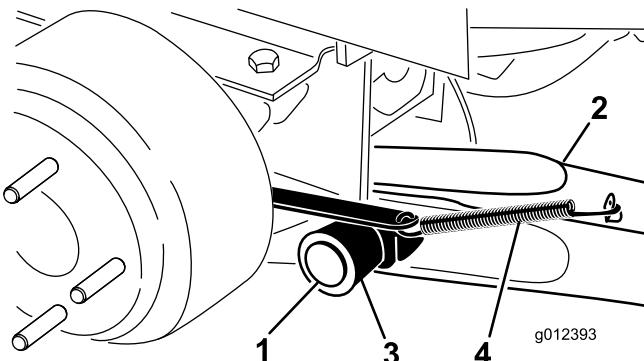

Bild 3
4. Befestigen Sie einen Hubarm mit einem Schwenkstift und einem Splint an der Schwenkhalterung (Bild 3). Montieren Sie den Hubarm so, dass die Biegung nach außen zeigt.
- Haken Sie die Bremsrücklauffeder in die Lasche am Hubarm ein (Bild 3).